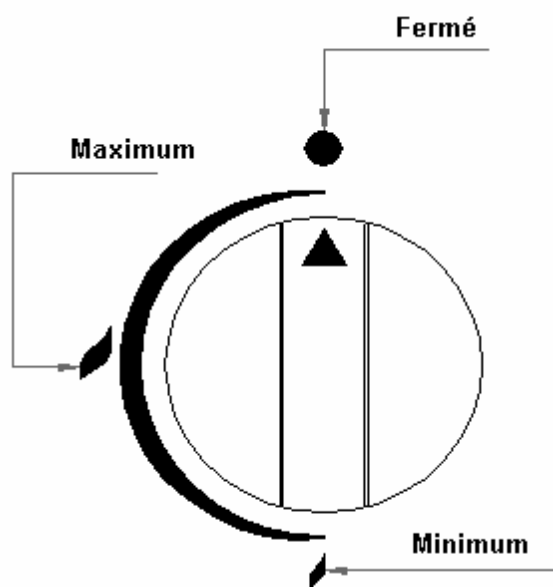

Fig. 3
- Appuyez la commande du brûleur choisi et d'un quart de tour en sens inverse des aiguilles d'une montre arriver à la position de maximum (Fig. 3)
- Pour le brûleur au minimum tournez la commande en sens inverse des aiguilles d'une montre sans appuyer de la position maximum à la position minimum. (Fig.3)